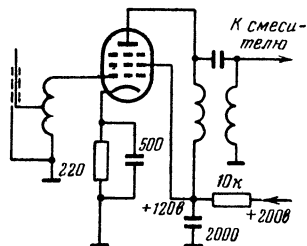

Рис. 69. Схема усилителя высокой частоты на пентоде.
**Л.** — Тут могут быть и варианты, например в случае питания анода и экранирующей сетки лампы от одной развязывающей цепи (рис. 69),